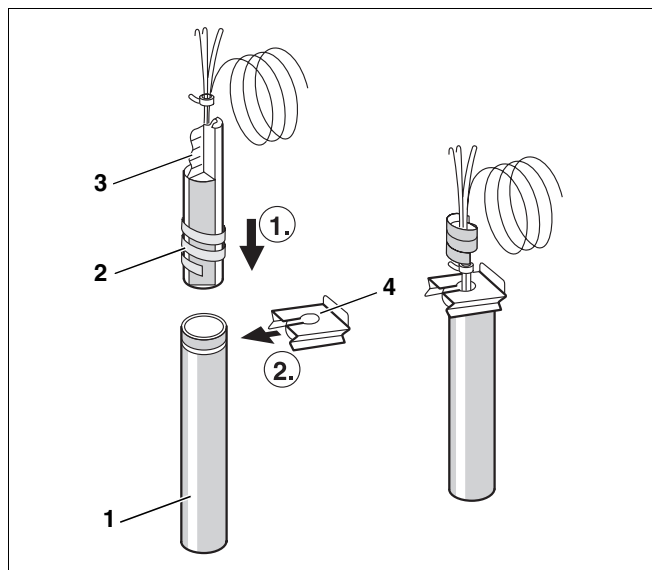

Рис. 4 Установка датчиков (принципиальная схема)
- Пластмассовая спираль (рис. 4, **поз. 2**), предназначенная для прижатия датчиков друг к другу, при установке автоматически сдвигается назад. Чтобы обеспечить контакт между гильзой (рис. 4, **поз. 1**) и поверхностями датчиков и, таким образом, точную передачу температуры, необходимо между датчиками вставить компенсационную пружину (рис. 4, **поз. 3**).
- Фиксатор датчиков вставить сбоку или сверху на оголовок гильзы (рис. 4).